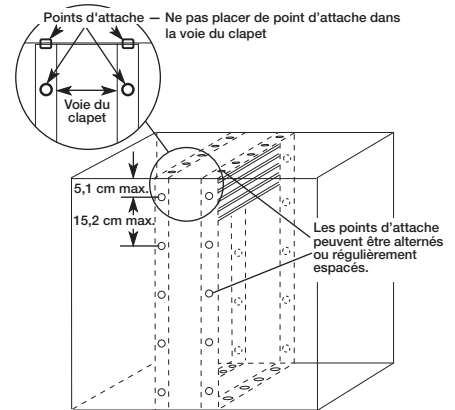

Figure 6 — Fixation sur le terrain du registre coupe-feu sur le manchon
a. Fixer tous les (4) côtés du bâti de registre au manchon par une (1) rangée de points d'attache de chaque côté de la voie du clapet. Utiliser un minimum de quatre (4) points d'attache par côté ([2] de chaque côté de la voie de clapet). Voir la Figure 6.